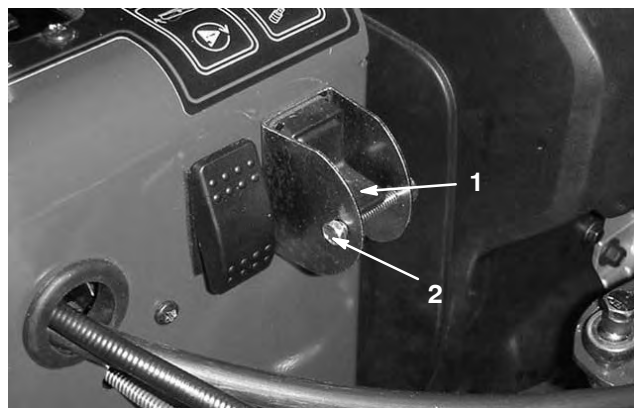

Figure 30
3. Retirez la vis de blocage et l'écrou du sélecteur (Fig. 30).